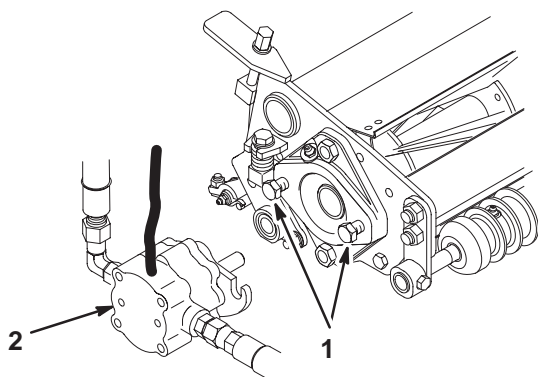

Figure 14
- Installez les vis d'assemblage du moteur d'entraînement des cylindres sur chaque plateau de coupe. Laissez dépasser environ 13 mm de filetage sur chaque vis de montage (Fig. 14).
- Lubrifiez l'arbre cannelé de chaque moteur avec de la graisse propre, puis montez le moteur en le tournant dans le sens horaire de sorte que les brides dépassent les goujons. Tournez le moteur dans le sens horaire jusqu'à ce que les brides encerclent les goujons. Serrez les vis de montage (Fig. 14).